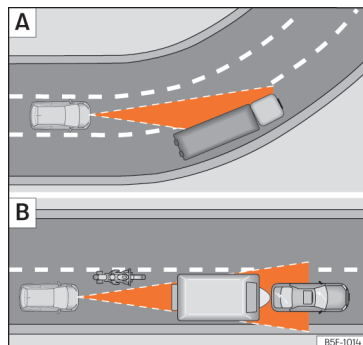

Fig. 134 [A] Vehicle en un revolt. [B] Motociclista circulant per davant fora del radi d'acció del sensor de radar.
» » » **fig. 134 A.**
- Vehicles que circulin desalineats o fora de la zona de detecció del sensor, per exemple, motocicletes » » » **fig. 134 B.**